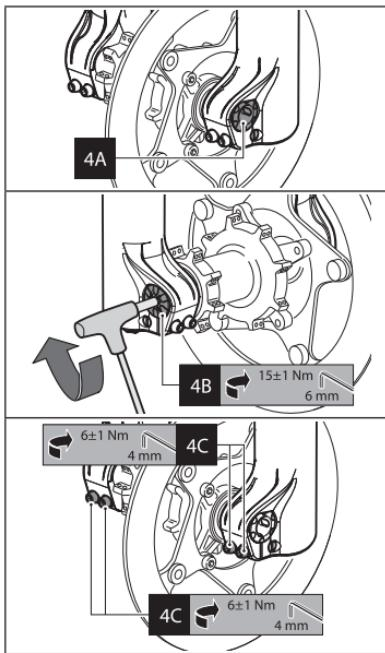

Рис. 4 Установка колеса на модель 380
- Установите колесо таким образом, чтобы ось совпадала с крепежами вилки (См. 4A Рис. 4).
- Вставляйте ось с ЛЕВОЙ стороны крепежа вилки, таким образом, чтобы шляпка оси попала в паз. Далее затяните болт оси, используя шестигранник 6 mm, с усилием 15 ± 1 Nm, затем - болты зажимов вилки (См. 4B Рис. 4).
- Затяните болты, фиксирующие ось на «штанах» вилки, используя шестигранник 4 mm с усилием 6 ± 1 Nm, соблюдая последовательность «1-2-1» (См.4C Рис. 4).